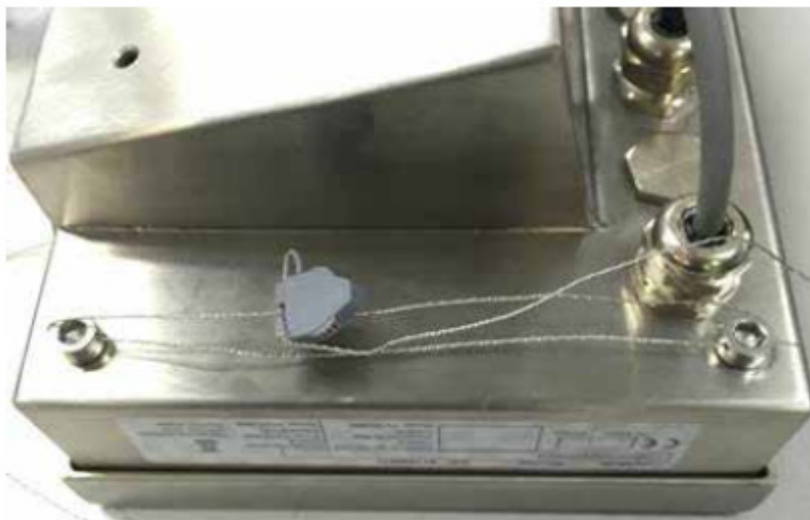

Figura 2-16: Método de sellado
Los detalles del sello de plomo del IND256x se muestran en la Figura 2-16. El procedimiento es como sigue:
2. Pase el alambre de sellado a través de dos pernos de sellado adyacentes y luego fije el retenedor del sello como se muestra en la Figura 2-16.